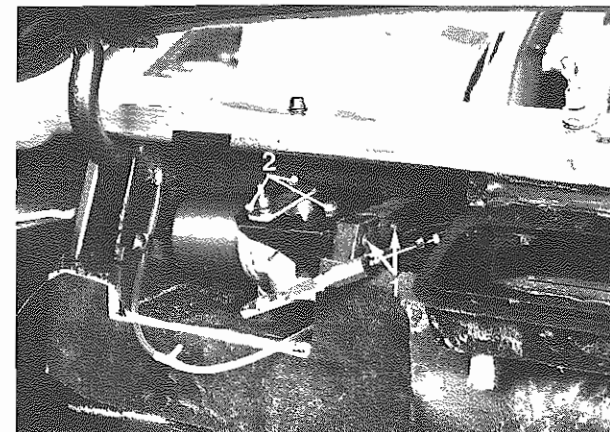

Fig. 5 - 1 - Elementi antivibranti - Vibration-damping elements
- Allentare le viti di fissaggio motorino alla staffa (**Fig. 5**) e smontare il motorino.
- Controllare lo stato degli elementi antivibranti presenti sulla staffa di fissaggio (**Fig. 5**) ed eventualmente sostituirli.
- Unscrew screws fixing the motor to the bracket (**Fig. 5**) and remove the motor.
- Check conditions of the vibration-damping elements on the fixing bracket (**Fig. 5**), if necessary replace them.